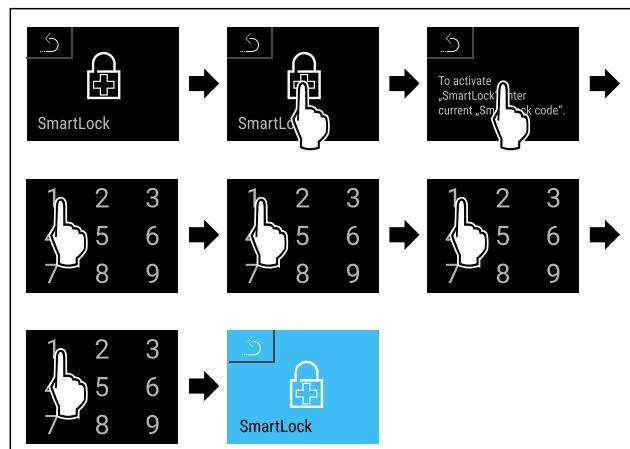

Fig. 83
- Seguir los pasos de procedimiento (consulte Fig. 83) .